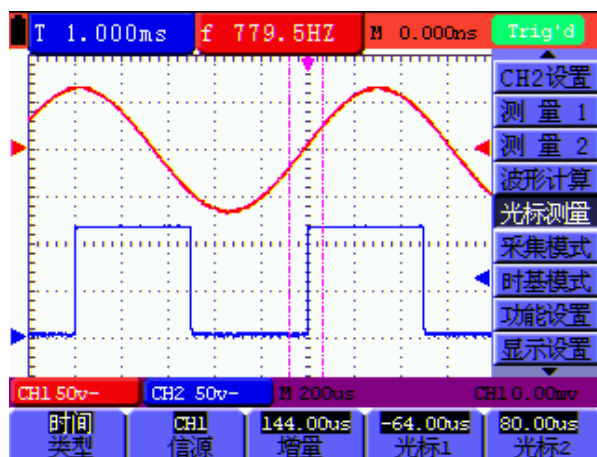

图 54：光标时间测量
**OPTION ▶**，可看到虚线 **T2** 左右移动，同时屏幕会显示出 **T2** 相对于屏幕中点位置的时间值。见图 54：